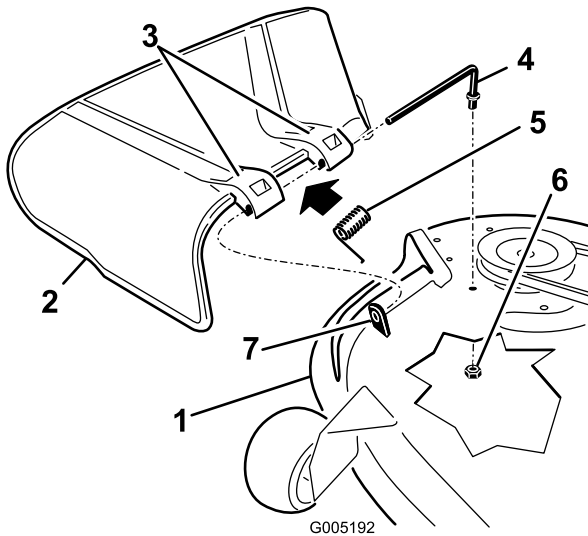

Figura 75
1. Retire la tuerca ( $\frac{3}{8}$ " ) de la varilla debajo del cortacésped (Figura 75).
2. Retire la varilla del espaciador corto, del muelle y del deflector de hierba (Figura 75).
4. Vuelva a colocar el deflector de hierba (Figura 75).
7. Deslice la varilla por el segundo soporte del deflector de hierba (Figura 75).
9. Sujete el extremo trasero de la varilla en el cortacésped con una tuerca ( $\frac{3}{8}$ " ), como se muestra en la Figura 75.